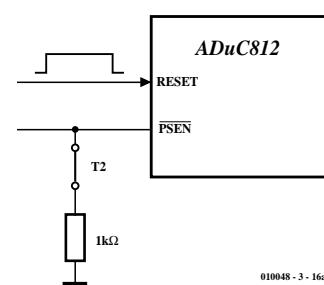

Figure 6a. Activation du mode de débogage (Debug) ou de transfert (programm download).
Étape 1 : il faut commencer par mettre le ADuC812 en mode Download/Debug (**figure 6a**). Pour ce faire il faut forcer la broche \overline{PSEN} du ADuC812 à la masse au travers d'une résistance de 1 k Ω (niveau bas sur la broche \overline{PSEN}) avant d'appuyer sur le bouton-poussoir de RAZ (Reset). Dans ce cas de l'ISAC-Cube cela se traduit par une action sur le bouton-poussoir T2 (« Boot ») suivie d'une action sur T1 (« Reset »), T2 restant enfoncé. On relâche ensuite d'abord T1 puis T2.